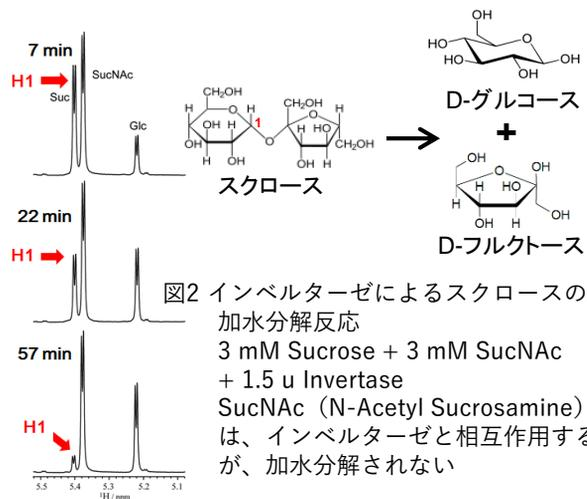

図2 インベルターゼによるスクロースの加水分解反応
- ▶ インベルターゼ (b-Fructofuranosidase) によるスクロースの加水分解反応の経時変化を図2に示します。スクロースとインベルターゼの相互作用を利用して、スクロースのH1シグナルの強度変化を観ることで、加水分解反応の進行を容易に追跡できます。